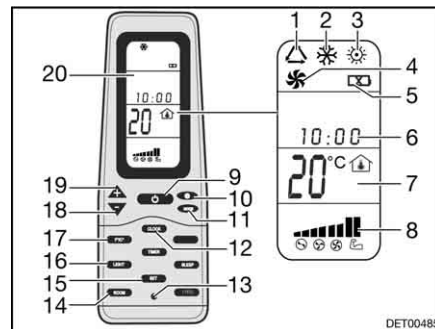

Bild 195 Fernbedienung
- Die Taste ON/OFF (Bild 195,9) drücken.
- Die Taste "Mode" (Bild 195,11) so oft drücken, bis die gewünschte Betriebsart (Bild 195,1, 2, 3 oder 4) auf dem Display (Bild 195,20) angezeigt wird.
- Mit den Tasten "+" (Bild 195,19) und "-" (Bild 195,18) die gewünschte Temperatur einstellen.
- Mit der Taste Lüftergeschwindigkeit (Bild 195,10) die gewünschte Lüfterstufe wählen.